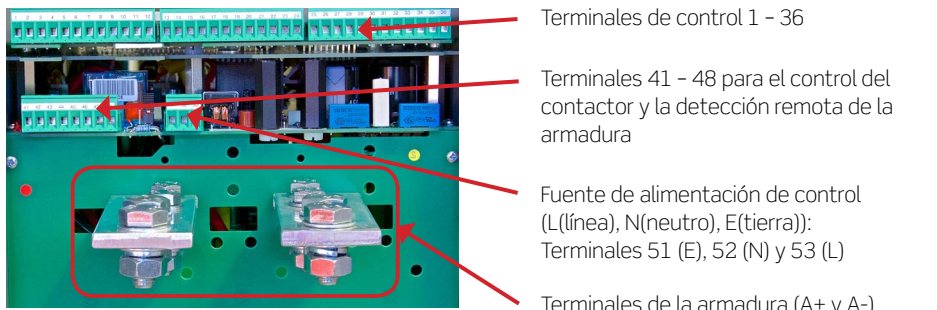

Figura 4-6: Conexiones inferiores - Bastidor 3
*Nota: Las conexiones de la armadura del motor (A+, A-) se encuentran en la parte inferior de la unidad (Figura 4.6).*